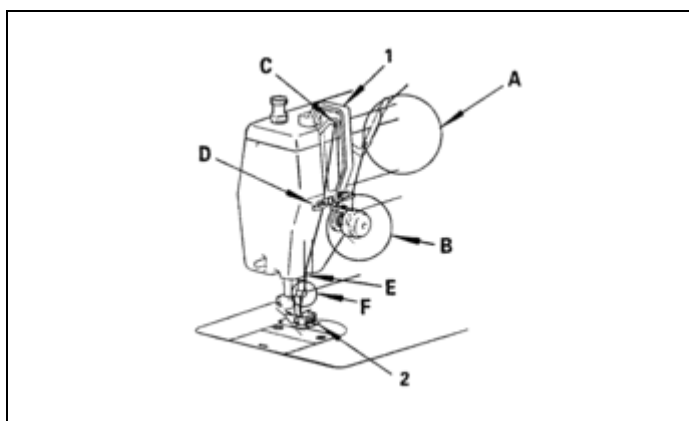
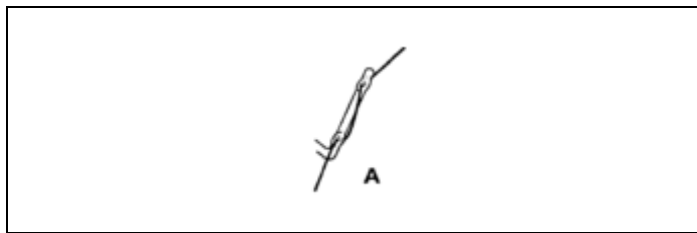
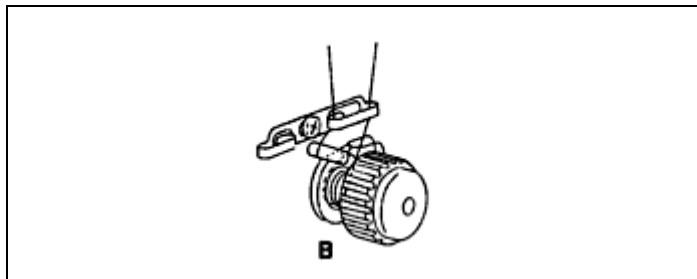

Fig. 12
Fig. 13
Fig. 14
10. PASSANDO A LINHA (Fig. 12, 13, 14 e 15)
1. Levante a barra de agulha para a posição mais alta, em seguida puxe o fio para fora e através de A (fig. 13), B (fig. 14), C, D, E (fig. 12) e F.